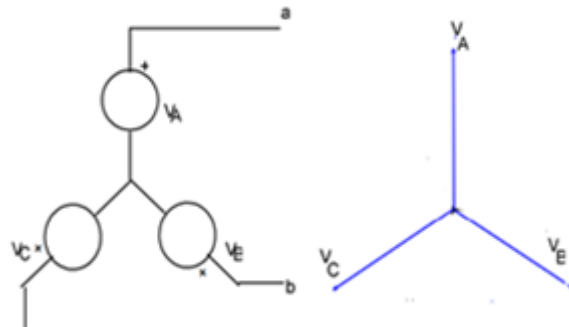

Figura 1.9
Los arrollamientos de cada fase del alternador poseen principios (A, B, C) y finales (A', B', C'). En la conexión en estrella (Y), todos los finales (o todos los principios) se reúnen en un punto común, que se denomina punto neutro (figura 1.9).